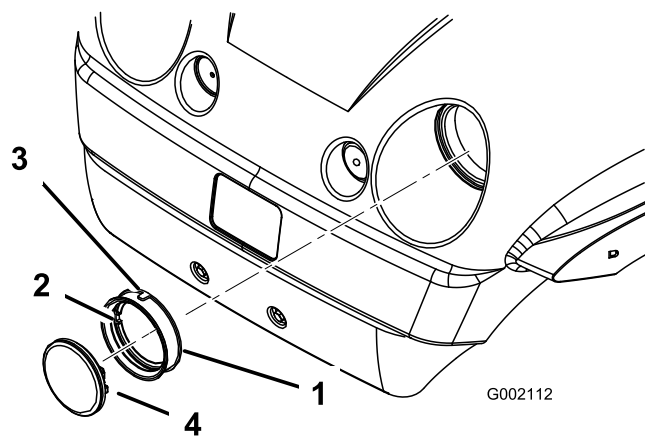

Figura 39
4. Rimuovete la tenuta in gomma attorno al faro (Figura 39). Gettate il faro.
5. Allineate la tacca all'interno della tenuta con la tacca sul nuovo faro (Figura 39). Collocate la tenuta sul faro fin quando non sarà posizionata saldamente.